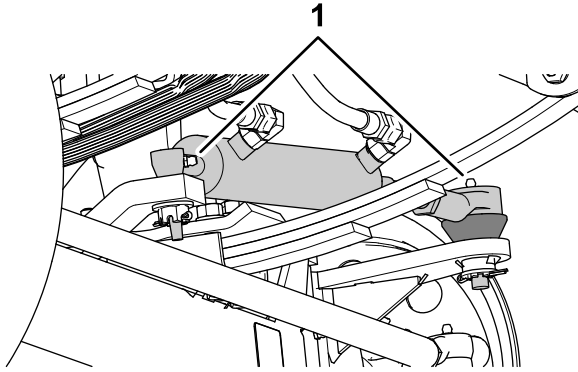
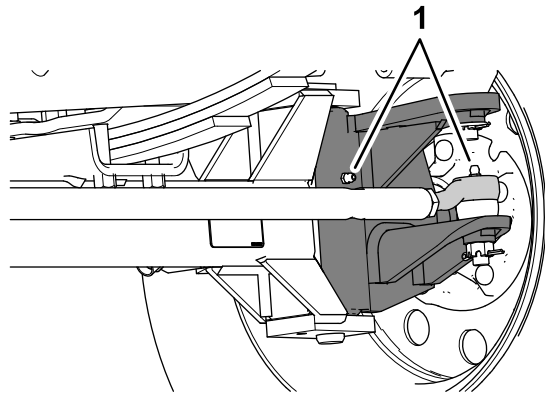

Figure 63
Figure 64
1. Essuyez les graisseurs (Figure 63 et Figure 64).
2. Injectez de la graisse dans les graisseurs (Figure 63 et Figure 64).
Remarque: Les emplacements des graisseurs sont illustrés à la Figure 63.